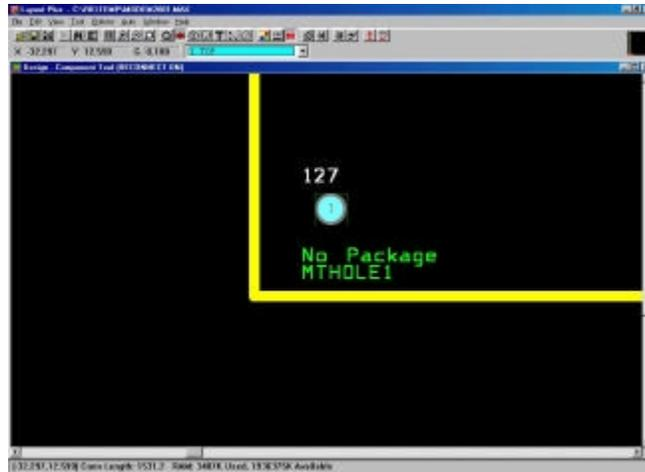

Figura 4.23 Colocación de orificios de montaje.
- 7 Coloque el orificio de montaje dando clic dentro del *Board Outline* (ver figura 4.23).